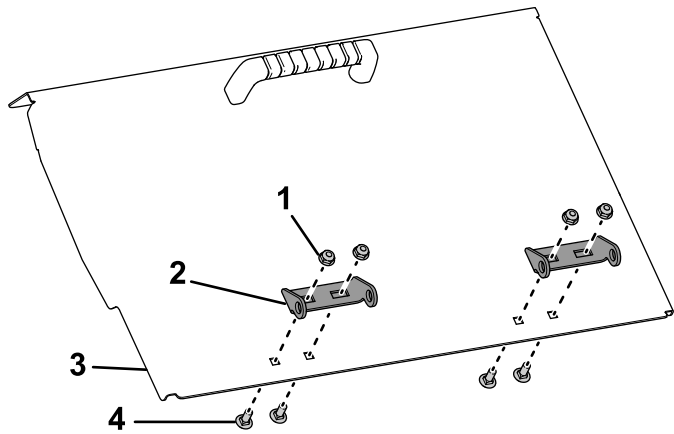

Рисунок 7
6. Установите петлю на дверцу бункера с помощью поставляемых в комплекте каретных болтов ( $\frac{1}{4} \times \frac{5}{8}$  дюйма) и контргайк (Рисунок 7).